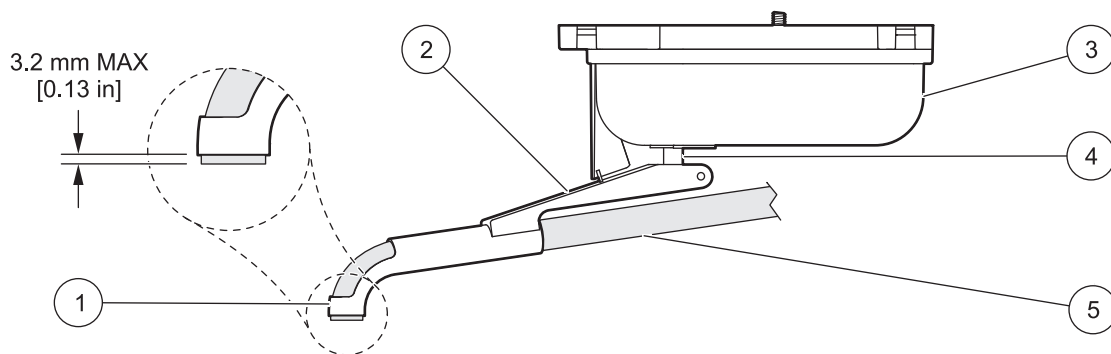

图 28 分配器 组件
- 向分配器分配臂中插入新管，使管的末端超出管嘴的部分小于 1/8 英寸（图 28）。